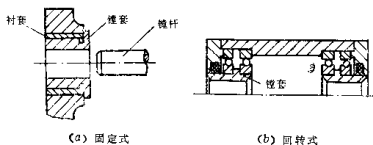

图 I-4-2
17. 如图 I-4-2 所示的两种镗孔导向装置：固定式和旋转式。试分析影响圆度的各有关